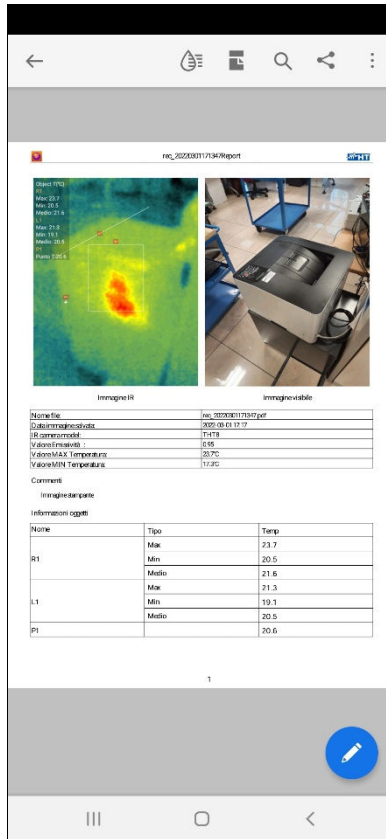

Fig. 13: Visualizzazione report PDF
5. Il report PDF è creato e salvato automaticamente nella cartella “DCIM/Report_pdf” del dispositivo mobile collegato come mostrato nella Fig. 13